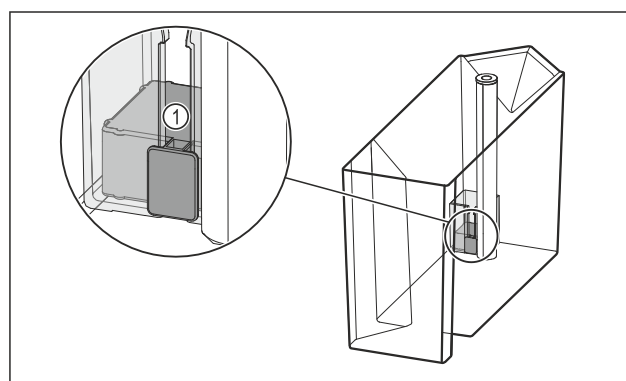

Fig. 98
- Verificați dacă este înțepenit plutitorul Fig. 98 (1).